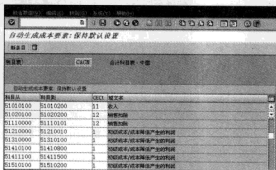

图 5-113 成本要素生成界面 (默认设置)
STEP 1 在命令栏输入 SPRO 命令, 通过菜单选择“控制→成本要素会计→主数据→成本要素→初级和二级成本要素的自动创建”选项, 或者直接输入“OKB2/OKB3”命令, 进入成本要素生成界面, 如图 5-113 所示。在此界面中, 可以创建初级和二级成本要素。